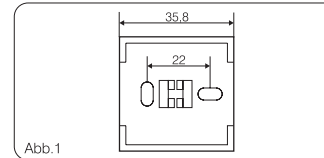

Abb. 1
- Wandmontage auf Kunststoffsockel (Abb. 1) und Klemmen- Abdeckkappen (im Lieferumfang enthalten)